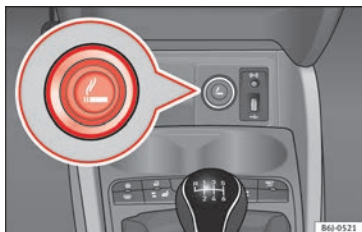

Fig. 145 Encendedor.
- Presione el encendedor » fig. 145 para activarlo » ⚠.